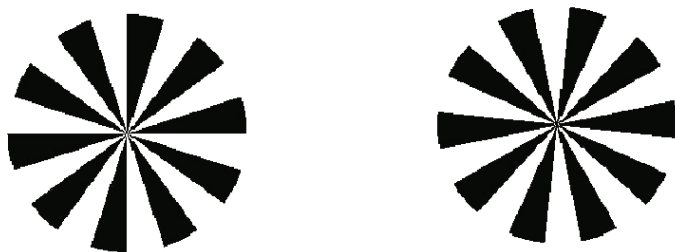

Figura 1.2-98. Discos para enconder de las ruedas
- Dos discos impresos con franjas blanco-negro como los de la Figura 1.2-98. Te puedes fotocopiar esta página o bajar el pdf con estos discos de nuestra página web www.automaticayrobotica.es para poder imprimirlos en tu impresora.
donde R es la resolución del **encoder** (en cuentas por vuelta) y D el diámetro de la rueda (la resolución del disco de la Figura 1.2-98 es 20, y en el caso de PrintBot, el diámetro de la rueda es 6 cm).